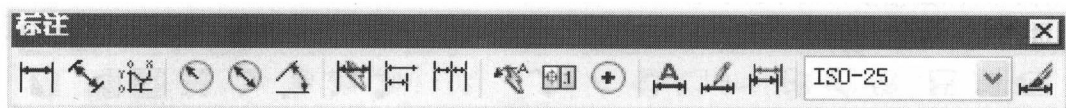

图 1-15 “对象捕捉”工具栏
(6) “标注”工具栏如图 1-15 所示,主要用于对绘制的图形进行尺寸、公差等标注。